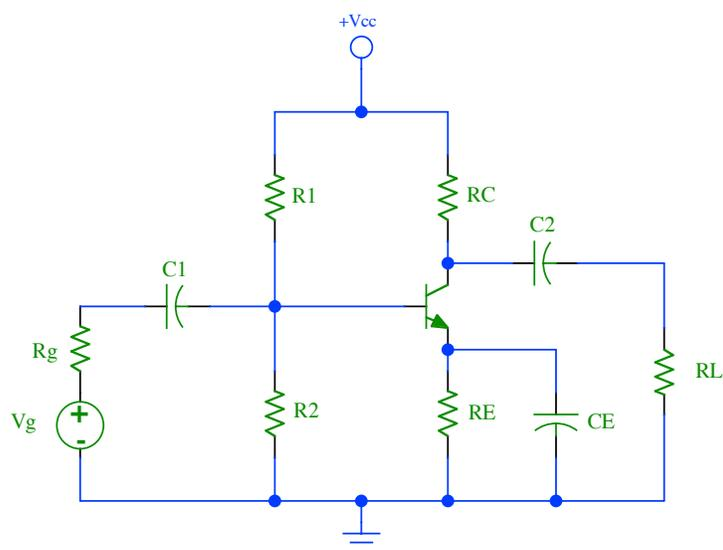

Figura 7: Amplificador en configuración *Emisor-Común* con capacitor C_1 para compensación de ganancia ($C_2 = C_E = \infty$).
1. Arme el circuito mostrado en la figura 7 empleando los valores de componentes calculados en la práctica 3.